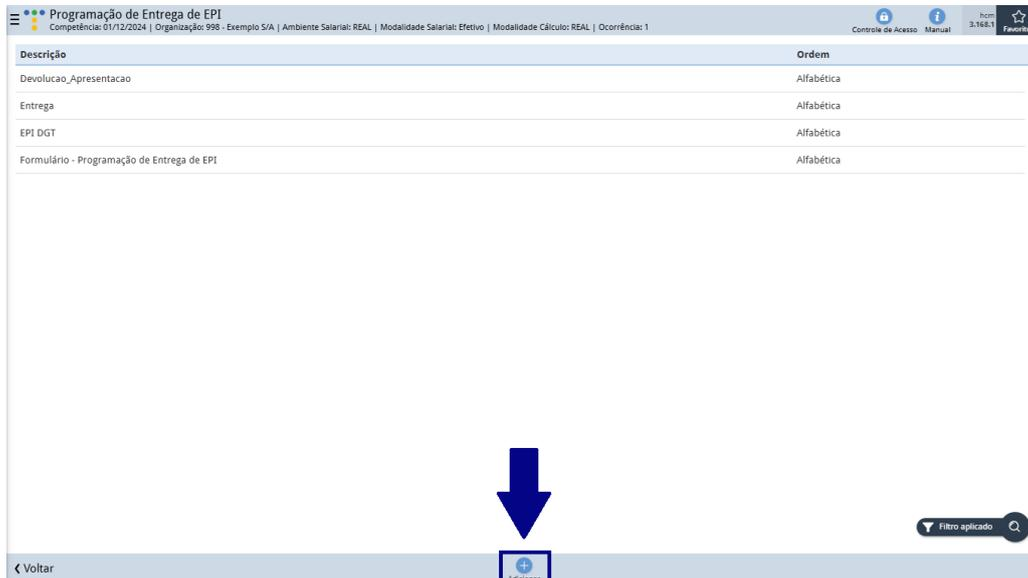

Figura 77: Adicionar
2. Clique em **Adicionar** (Figura 77) no canto inferior direito da tela.